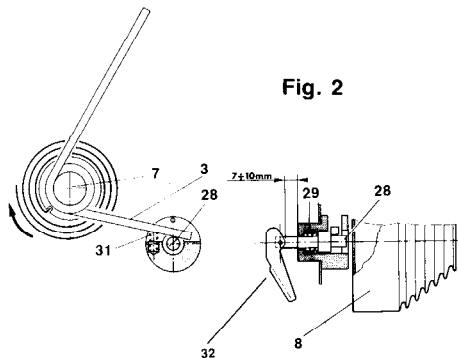

Fig. 2
- Med låsebolt 32 i arbeidsstilling (Fig. 2) henges belastningen på den nederste kroken.
- Com o pino de travagem 32 na sua posição de funcionamento (Fig 2) pendure a carga no gancho inferior.